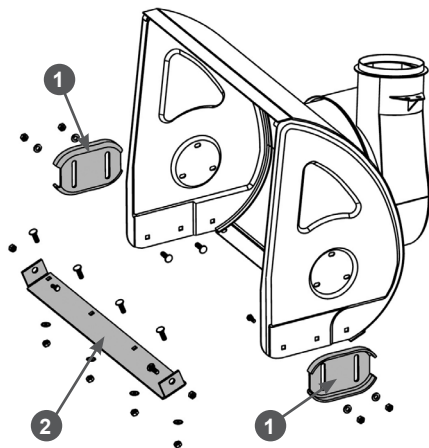

Рис. 42. Обслуживание кожуха шнеков
1. Открутите гайки, извлеките болты крепления ползков 1 (Рис. 42) и снимите ползки с кожуха шнеков.
2. Переверните ползки на 180 градусов или установите новые ползки и закрепите их четырьмя болтами и гайками (Рис. 42). Перед окончательной затяжкой гаек отрегулируйте высоту забора снега.
Для наглядности на Рис. 42 кожух шнеков показан без шнеков, редуктора и валов.
1. Открутите гайки, извлеките болты крепления и снимите нижнюю накладку 2 с кожуха шнеков (Рис. 42).
2. Установите новую нижнюю накладку и закрепите ее болтами и гайками (Рис. 42).